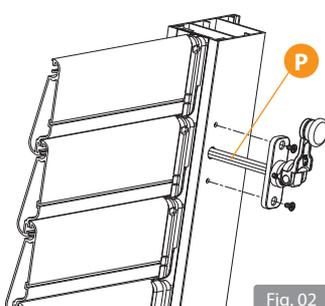

Fig. 02
5. Fissare la maniglia con le viti in dotazione (Fig. 02)